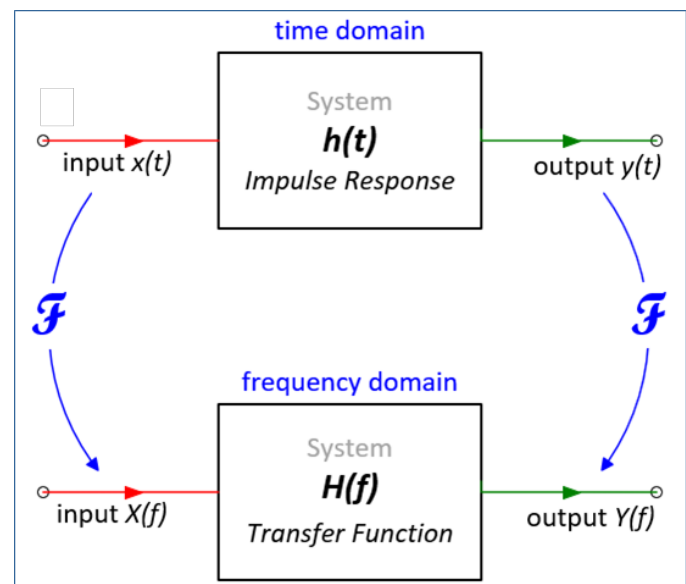

図2. 時間周波数ドメインによるシステム応答図
オーディオエンジニアとして、周波数領域でシステムを特長づけることは非常に関心の高いところです。例えば、音質の古典的で基本的な尺度は、デバイスの周波数応答であり、入力あたりの出力 (ゲイン) を周波数の関数として表します。フーリエ変換と呼ばれる数学的手法だと、時間領域よりも周波数領域でシステムを特長づけるのが容易にできます。図2は、フーリエ変換 (F) を利用して、信号とシステム応答を変換する方法を示しています。時間領域から周波数領域へ、逆方向に機能する逆変換フーリエ変換もあります。
図2のように、周波数領域のシステム応答は伝達関数として $H(f)$ で表しています。周波数応答関数（FRF）は伝達関数と同じ意味で使われることがあります。伝達関数は複雑です。振幅と位相の両方を兼ね備えています。その大きさを入力あたりのシステムの出力（ゲイン）を周波数の関数として表し、位相応答は出力と入力の位相を周波数の関数として表します。伝達関数は複素量として、大きさと位相の代わりに実部と虚部として表すことができます。伝達関数を利用して、時間両機のシステムの応答を表すインパルス応答を導くこともできます。